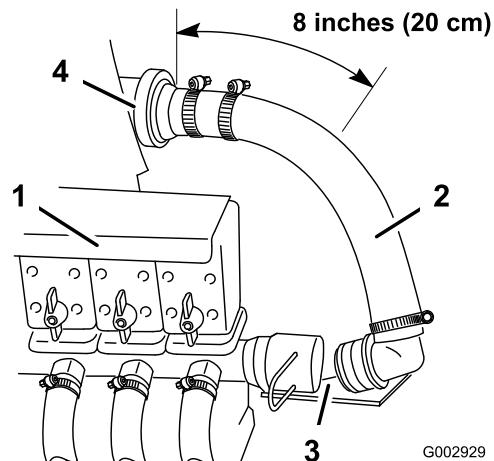

Figura 10
1. Togliete il fermo che fissa l'estremità del flessibile di alimentazione della barra, collegata al raccordo a T situato a destra delle valvole di alimentazione della barra, e rimuovete il flessibile (Figura 10).
2. Tagliate il flessibile di alimentazione della barra a 20 cm a destra del flussometro (se in dotazione), o a 114 cm dal raccordo a T di alimentazione (situato subito dietro le valvole della barra) utilizzando un seghetto (Figura 10). Togliete la fascetta stringitubo dal lato allentato, e scartate il flessibile ed il raccordo.